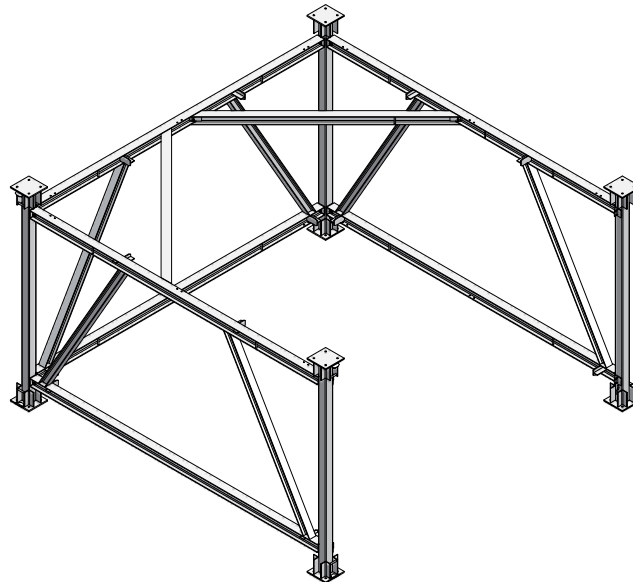

Abb. 6.1
5. Verbinden der beiden SP-Verbände mit einem SP-Diagonalträger (Abb. 6.1). Schraubverbindung siehe unter 3.